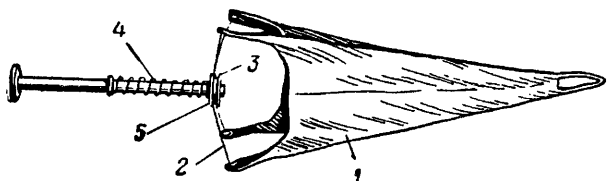

Рис. 14. Стабилизатор:
**28. Стабилизатор** (рис. 14) служит для придания гранате направленного полета дном корпуса вперед. Он состоит из матерчатого конуса, четырех проволочных перьев, втулки, кольца и пружины.